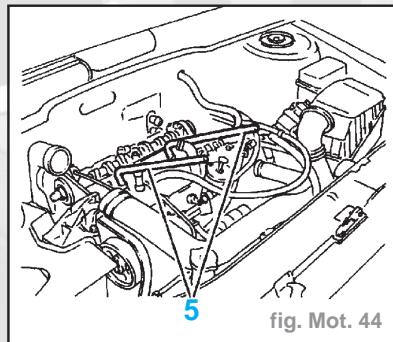

fig. Mot. 44
- Basculer et décoller la culasse à l'aide des leviers (5) (fig. Mot. 44).